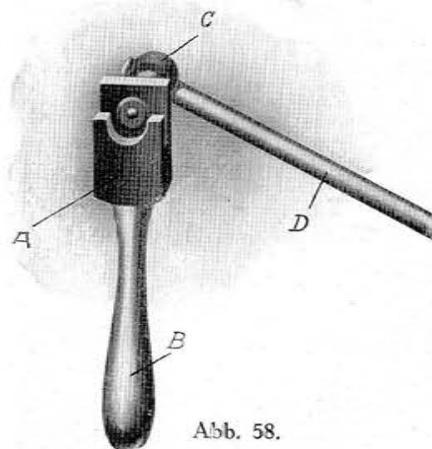

Abb. 58.
**Das Entfernen eines Kettengliedes:** Um das Entfernen eines Kettengliedes ohne besondere Umstände zu ermöglichen, ist dem Werkzeug des Motorrades ein Nietenzieher beigegeben, dessen Konstruktion aus Abb. 58 ersichtlich ist. Die Vorrichtung besteht aus 4 Teilen: dem Lagerkörper (A) mit Handgriff (B) und der gehärteten Druckschraube (C) mit Knebel (D). Will man ein Kettenglied entfernen, so wird zunächst die Druckschraube so weit zurückgedreht, bis sich die in Frage kommende Ketten-